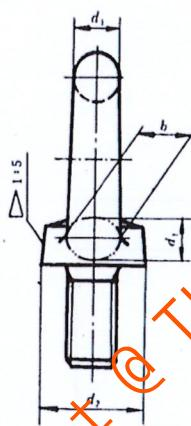

图1 吊环螺钉示意图
| 2  | 螺柱 | 3. ①吊环螺钉的吊环磨损量小于等于 8% 环直径（如图 1, $d_1$ ），且符合强度要求。②环部的变形率不得大于 0.5%。 |